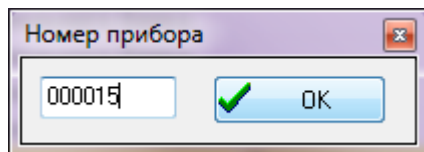

Рисунок 15 – Окно ввода заводского номера газоанализатора в качестве параметра фильтрации
8.5 Задать заводской номер газоанализатора в качестве параметра для фильтрации можно также, нажав на кнопку  и осуществив ввод заводского номера в открывшемся диалоговом окне (рисунок 15).